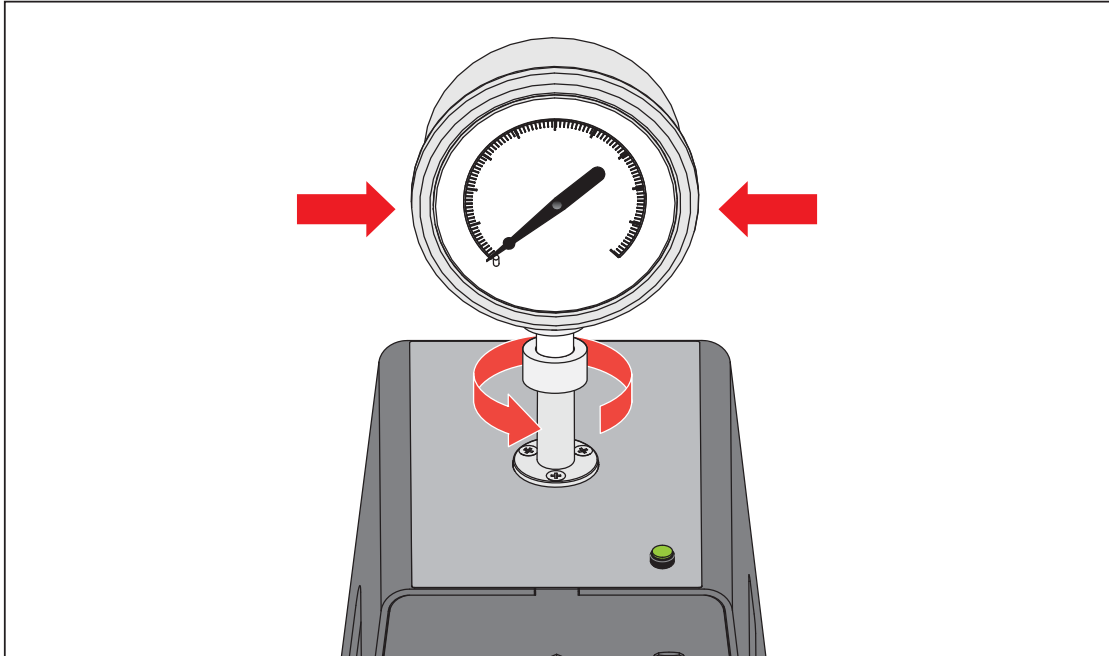

图 21. 拧紧仪表
4. 牢牢握住仪器，同时逆-时针方向转动仪表适配器，直至其向下移到 O 型环上，参见图 21。